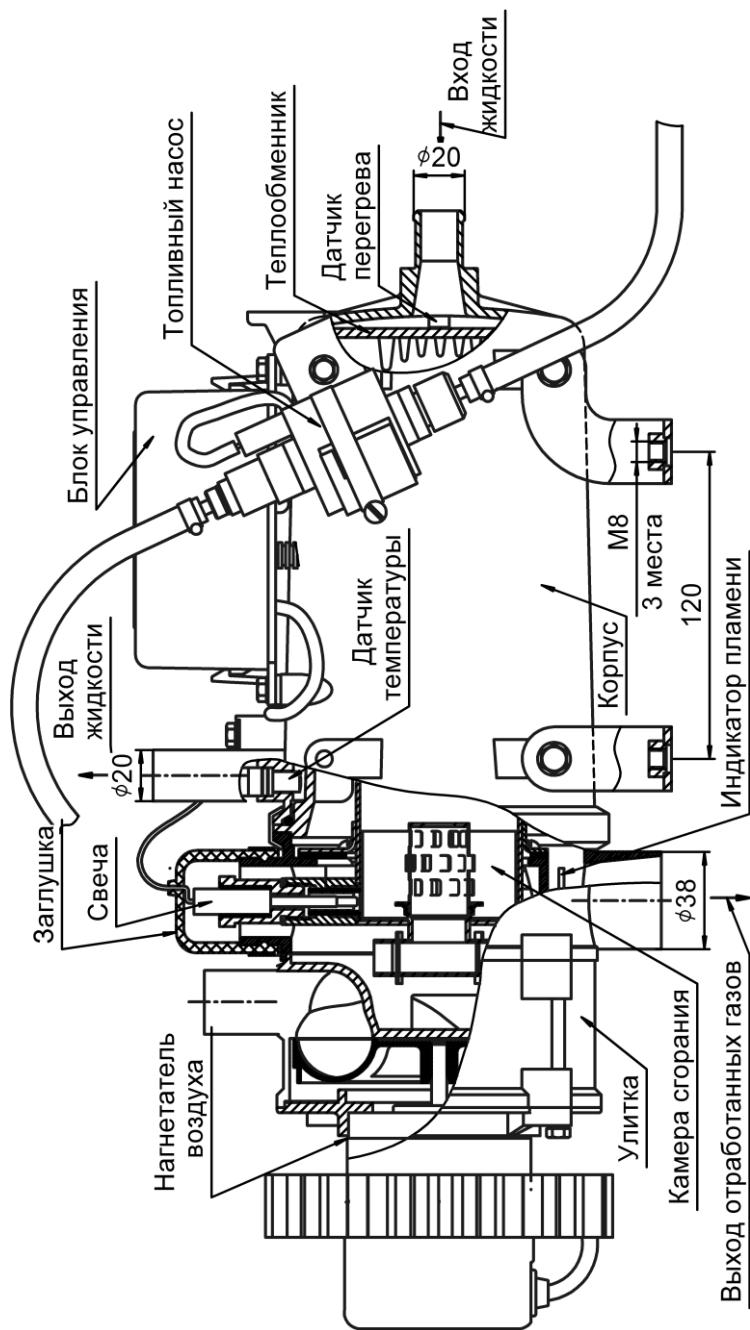

Рис. 3 –Основные узлы и габариты нагревателя
- нагреватель (основные узлы нагревателя показаны на рис.3) с топливным насосом (для подачи топлива в камеру сгорания) и блоком управления (осуществляющим управление внешними устройствами);